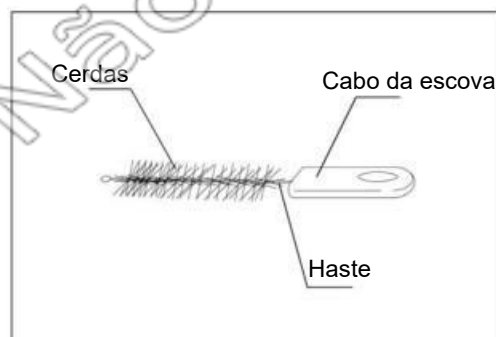

Fig. 7.2
A escova de limpeza da abertura do canal é utilizada para escovar a porta do canal do instrumento (Fig. 7.2).
1. Verifique se existem cerdas soltas ou perdidas (ver Fig. 7.2).